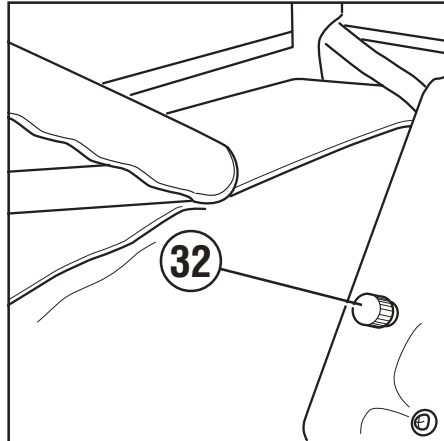

Abb. 17
**32 - Flussregler.** Bestimmt die Geschwindigkeit des Hebewerks (32 Abb. 17). Er befindet sich auf der Rückseite, rechts vom Sitz.